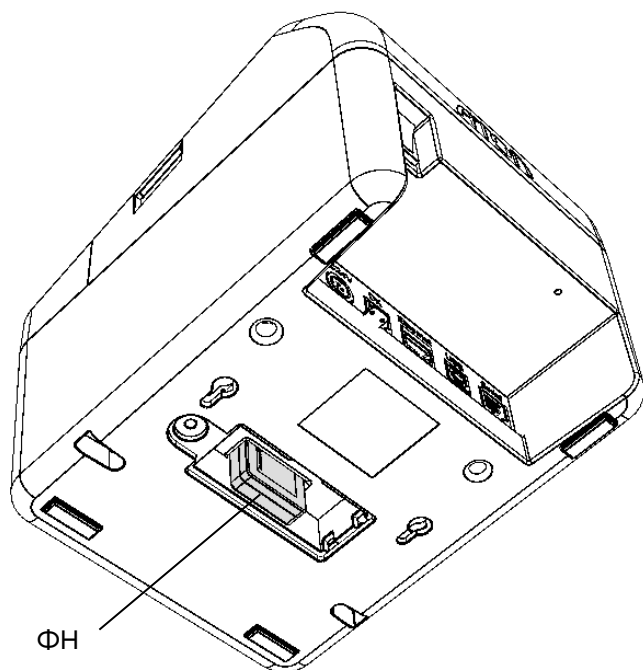

Рисунок 4. Место расположения ФН в корпусе ККТ
- 16** Установить ФН в отсек (см. рисунок 4) и закрыть отсек крышкой.